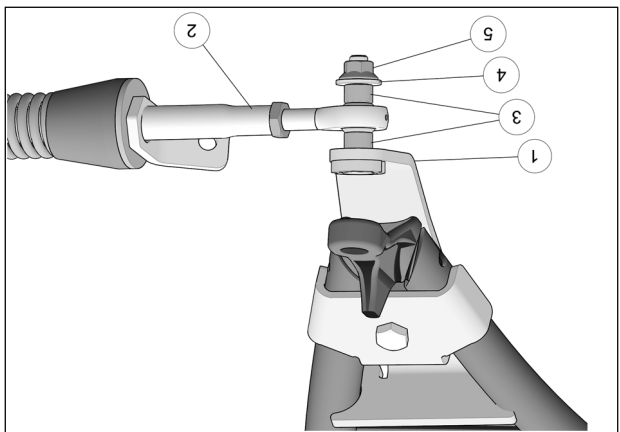

Fig. 13
8. Fixer le bras stabilisateur (2) au boulon déjà installé sur l'ancrage de suspension (1) à l'aide des deux espaceurs (3), de la rondelle (4) et de l'écrou autobloquant (5). Serrer à un couple de 70 N•m [52 lb•pi]. Voir la Fig. 13